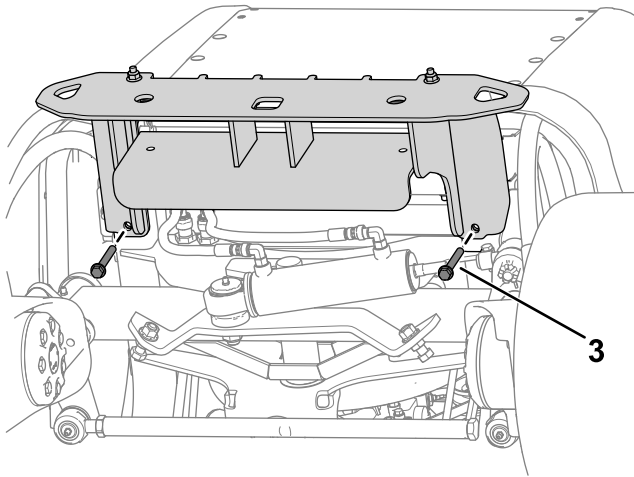

Figura 14
2. Sujete provisionalmente la zona superior del parachoques al bastidor de la máquina con 4 pernos ($\frac{3}{8}$ " x $3\frac{1}{4}$ ") y 4 tuercas ($\frac{3}{8}$ "), como se muestra en la Figura 14.
3. Sujete provisionalmente el parachoques debajo del bastidor de la máquina usando 2 pernos ($\frac{3}{8}$ " x $2\frac{3}{4}$ ") y 2 tuercas ($\frac{3}{8}$ "), como se muestra en la Figura 14.